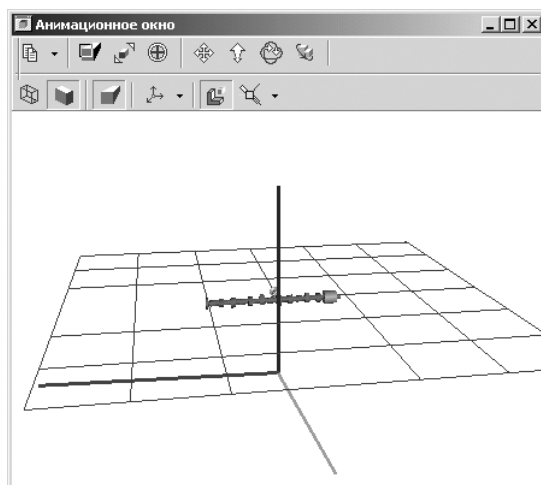

Рис. 2.38. **Анимационное окно** с моделируемым механизмом **кулачок – клапан**
- щелкните на панели инструментов по кнопке  – **Открыть Анимационное окно**. Поверх остальных окон появится **Анимационное окно**, см. рис. 2.38;